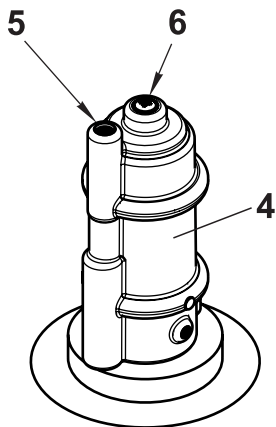

Рис. 7
4.4.4 Время открытия клапана зависит от настройки. Для регулировки времени открытия клапана используйте регулировочный винт 5 в верхней части корпуса замедлителя 4 (рис. 7). Поворачивая винт по часовой стрелке (вкручивание вовнутрь корпуса замедлителя), время открытия клапана увеличивается, и, наоборот, поворачивание винта против часовой стрелки (выкручивание из корпуса) - время открытия уменьшается.